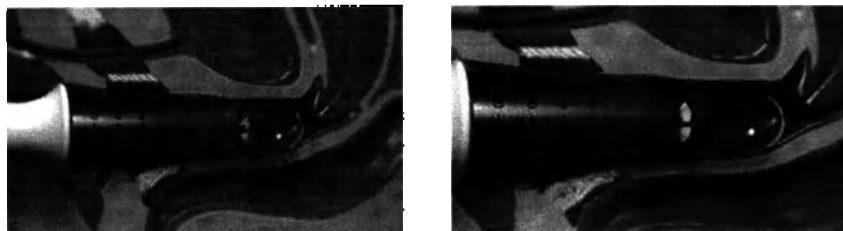

Рисунок 5.45 Круговое облучение стенки влагалища.
- Выпустите лазерные импульсы на обнаженное преддверие, включая отверстие уретры, облучая фракционированным лазерным лучом поперек всей области преддверия и входа в область (См. Рис. 5.45).